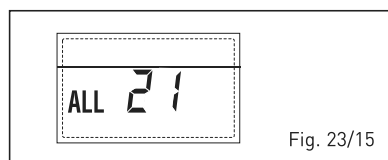

Fig. 23/15
- **INTERVENCIÓN TERMOSTATO DE SEGURIDAD SEGUNDA ZONA MEZCLADA “ALL 22” (fig. 23/16)**